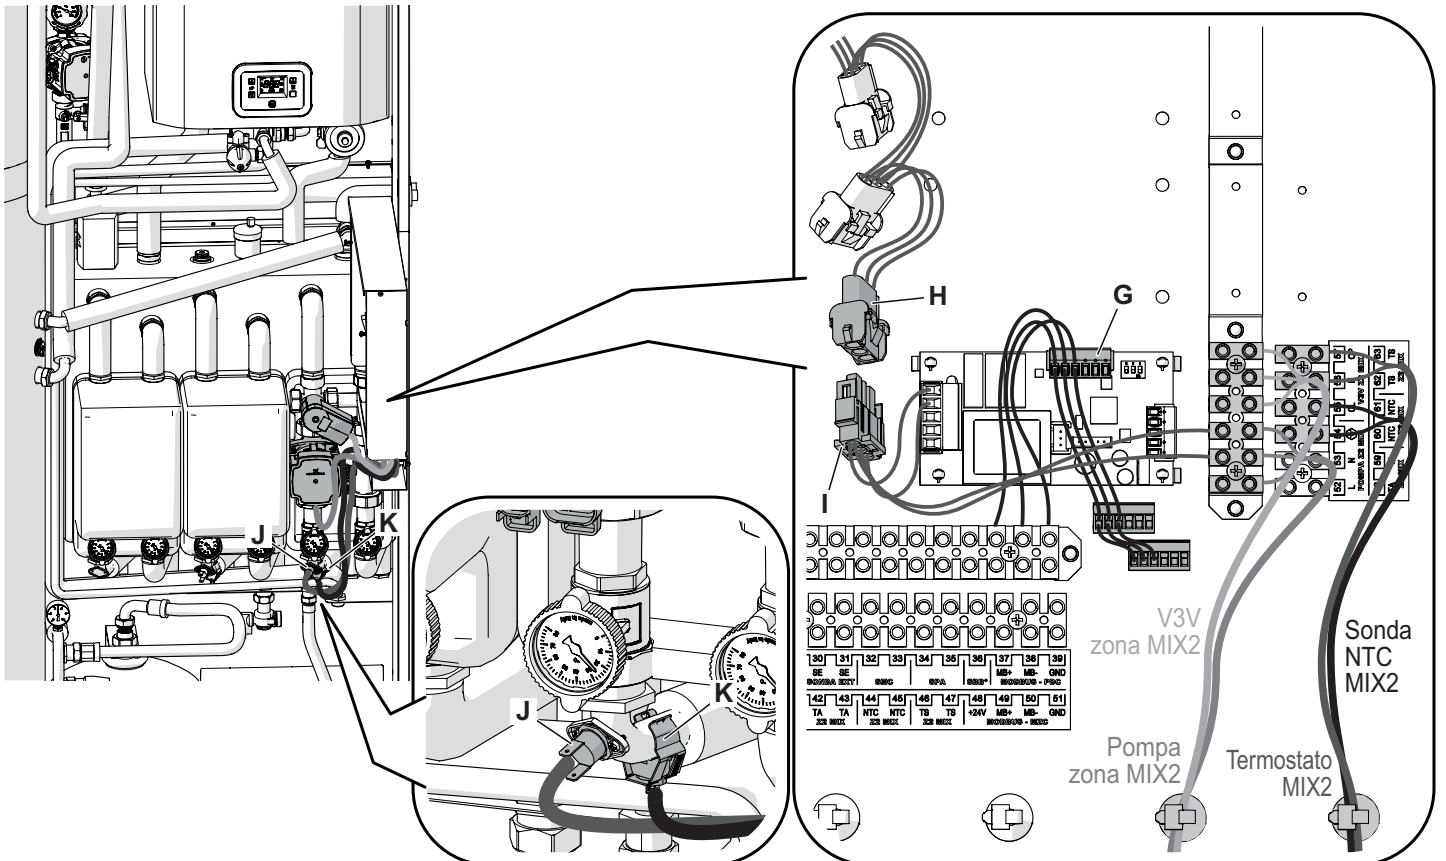

Figura 2.41
- Collegare uno dei terminali a 6 poli (G), presenti all'interno del quadro di sistema, alla scheda di controllo.
- Collegare uno dei connettori a 3 poli (H), presenti all'interno del quadro di sistema, al connettore a 3 poli (I) della scheda di controllo.
- Installare il termostato (J) e la sonda NTC (K) come indicato in Figura 2.41, tagliarli a misura e collegarli alle morsettiere. Bloccarli con l'apposita fascetta (Figura 2.41).